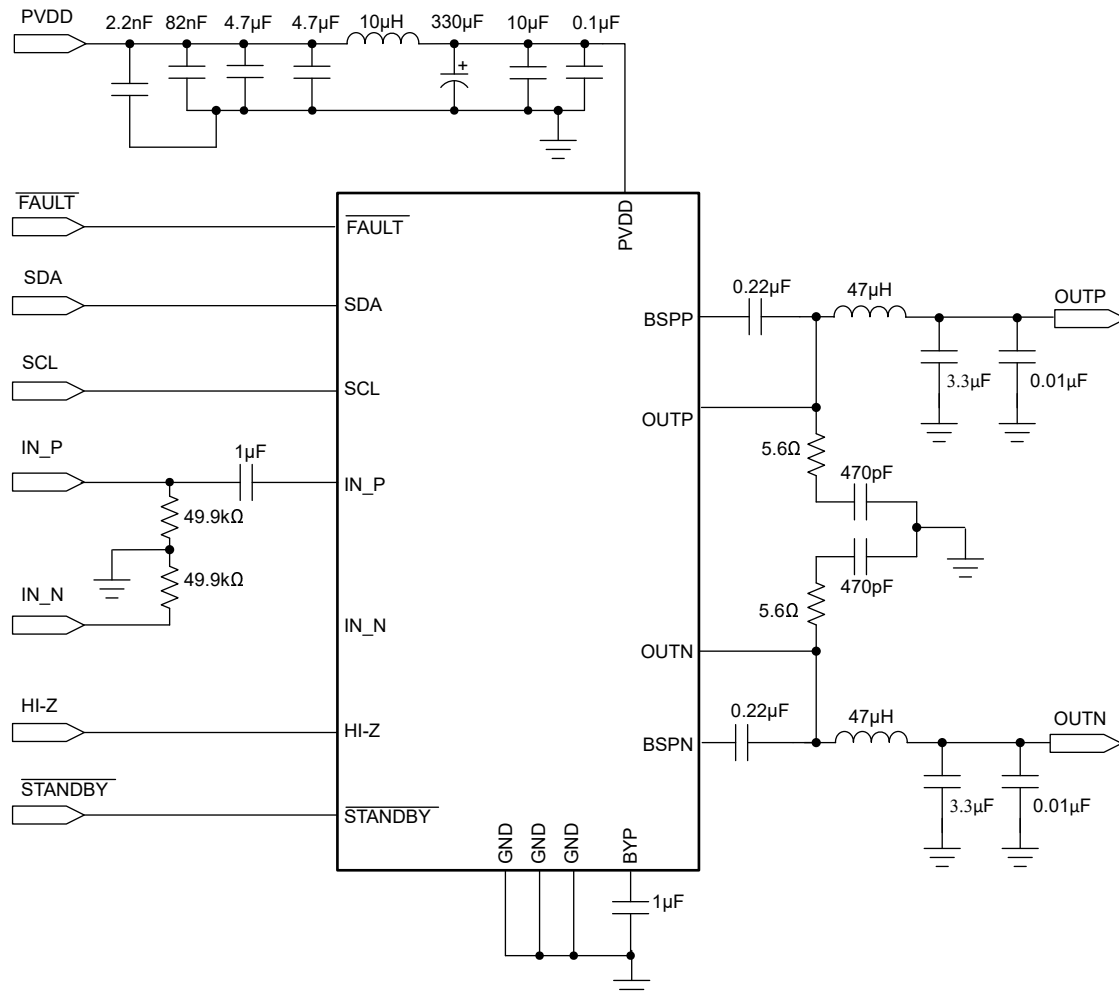

図 8-1. TSD5402-Q1 代表的なアプリケーション回路図
出力段はデュアル NMOS トランジスタを使用しているため、この回路では各出力のハイサイドが正しくオンになるようにブートストラップ コンデンサが必要です。必要なコンデンサ接続は、図 8-1 に示すように、BSTN から OUTN へ、BSTP から OUTP へと接続します。
- ステップ 1: ハードウェア回路図設計: 図 8-1 をガイドとして使用して、ハードウェアをシステム回路図に統合します。